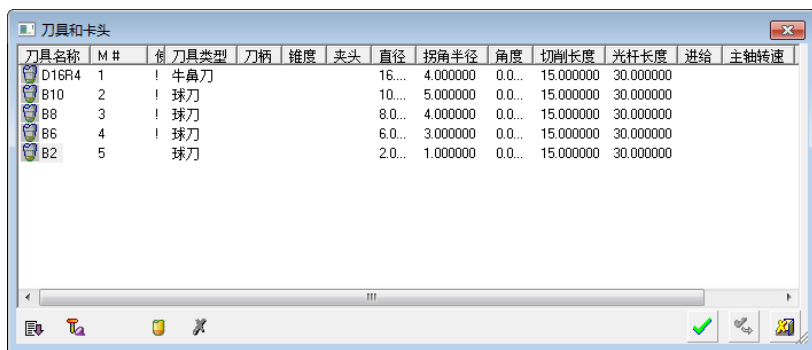

图3-190 “刀具和卡头”对话框(6)
2) 选择刀具。单击“刀具和夹头”按钮，弹出“刀具和卡头”对话框(6)，选择B2球刀，如图3-190所示。